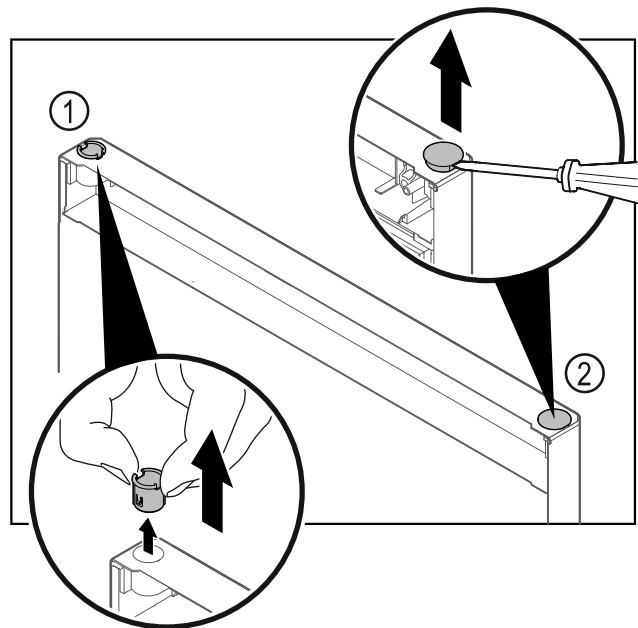

Fig. 14
- ▶ Scharnierbuchse Fig. 14 (1) mit den Fingern herausziehen.
- ▶ Abdeckstopfen Fig. 14 (2) vorsichtig mit einem Schlitzschraubendreher anheben und herausziehen.